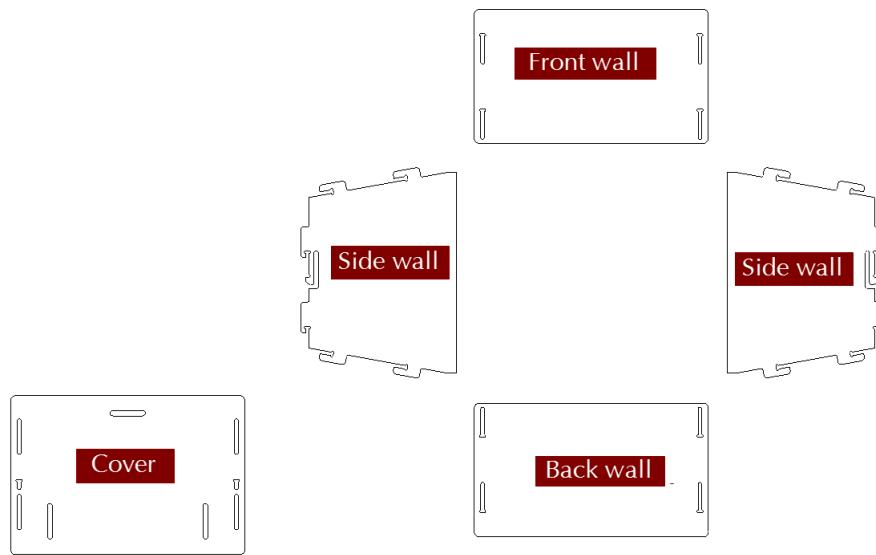
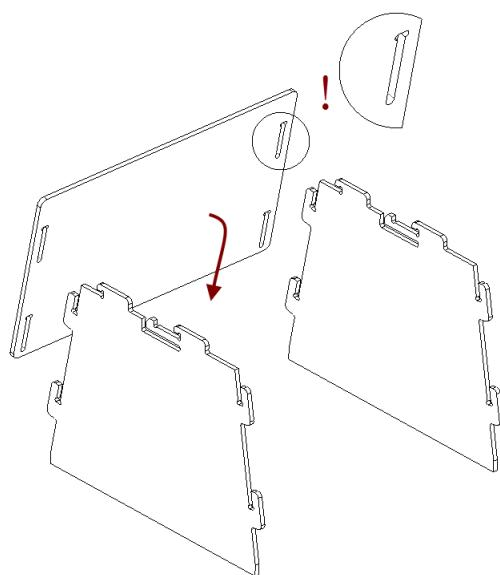
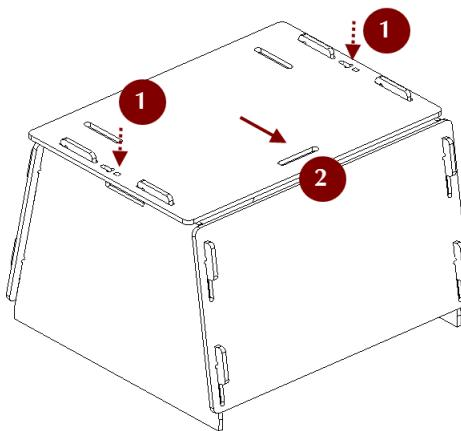

Рис. 11.13: Части подставки сканера
Рис. 11.14: Сборка передней стенки
Рис. 11.17: Защелкивание крышки
Подставка для сканера поставляется вместе со сканером Artec Spider в разобранном виде и состоит из пяти деталей (см. Рис. 11.13: двух боковых стенок, передней и задней стенок (фактически, двух одинаковых деталей) и крышки. Перед сборкой разложите эти детали, как показано на Рис. 11.13. Затем выполните следующие действия:
1. Поднимите две боковые стенки в вертикальное положение, как показано на Рис. 11.14. Обращая внимание на ориентацию Т-образных пазов, установите переднюю стенку на две пары крючков боковых стенок. Надавите на переднюю стенку и сдвиньте ее вниз до упора. Убедитесь, что все три стенки располагаются на одном уровне.
4. Надавите большими пальцами на крышку в районе Т-образных отверстий и сместите ее в направлении к задней стенке до щелчка (см. Рис. 11.17).
**Примечание:** Чтобы разобрать подставку, освободите защелки в Т-образных пазах в крышке (см. Рис. 11.13), используя тонкий предмет, например, шариковую ручку. Затем повторите шаги сборки в обратном порядке (с Рис. 11.17 до Рис. 11.14) и с перемещением деталей в противоположных направлениях.